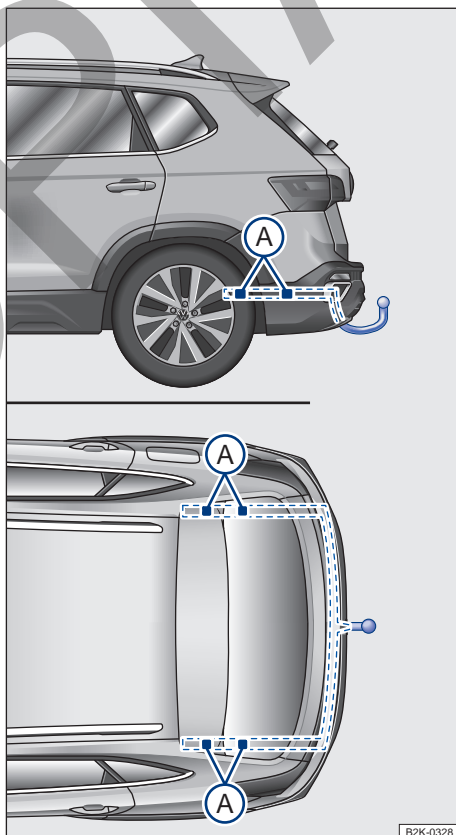

Fig. 1 Puntos de fijación para el montaje posterior de un enganche para remolque. ▶
La figura → fig. 1 muestra, por ejemplo, el punto de fijación para el montaje de un dispositivo de remolque del modelo Nivus.
El montaje posterior de un dispositivo de remolque deberá ser efectuado de acuerdo con las instrucciones del respectivo fabricante del enganche, siempre respetando los puntos de fijación indicados en la → fig. 1 (A).